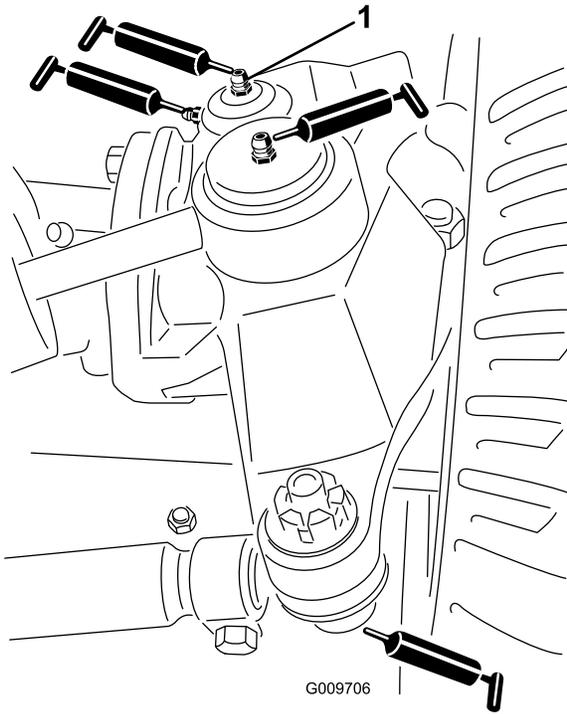

Bild 25
- Lenkzylinder-Kugelgelenke (2) (Bild 25)
- Spurstangen-Kugelgelenke (2) (Bild 25)
- Achsschenkelbolzen (2) (Bild 25) **Fetten Sie die obere Armatur am Achsschenkelbolzen nur einmal jährlich (2 Pumpen).**